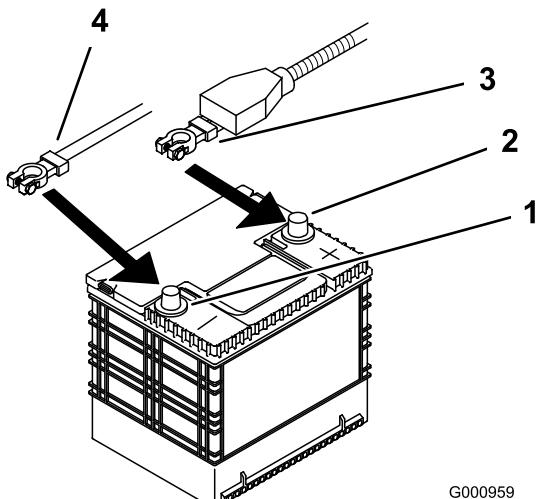

Figura 52
4. Primero desconecte el cable negativo del borne negativo (-) de la batería (Figura 52).
5. Retire la cubierta de goma roja del borne positivo (rojo) de la batería. Luego retire el cable positivo (rojo) de la batería (Figura 52).
4. Fije los cables con 2 pernos (1/4 x 3/4 pulg.), 2 arandelas (1/4 pulg.), y 2 contratuerca (1/4 pulg.) (Figura 52).